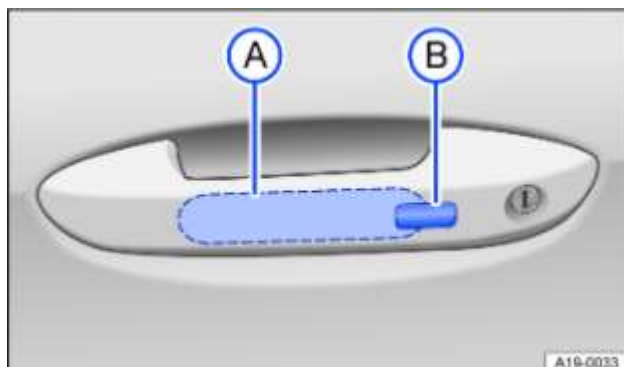

Fig. 58 Dans la poignée de porte : surfaces de détection
– Touchez la surface de détection → Fig. 58 (A) sur la face intérieure de la poignée de porte. Tous les clignotants clignotent *deux fois*.
– Touchez la surface de détection → Fig. 58 (B) sur la face extérieure de la poignée de porte. Tous les clignotants clignotent *une fois*.
- Touchez une fois le capteur situé sur la face extérieure de la poignée de porte dans les cinq secondes qui suivent → Fig. 58 (B). N'introduisez pas la main dans la poignée de porte. Le